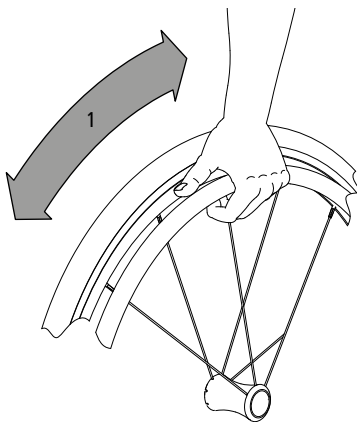

Abb. 18
1. Ta tag i ett grepphjul med vardera hand och för dem framåt eller bakåt (1, bild 18). Greppa därvid ringen så att tummen visar framåt och övriga fingrar i följd omsluter ringen.